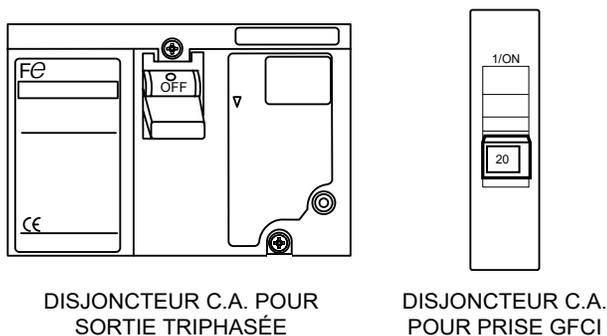

Figure 26. Disjoncteurs triphasés et GFCI (ARRÊTÉ)
1. Placer les disjoncteurs triphasés et les disjoncteurs GFCI (Figure 26) en position **ARRÊTÉ**.